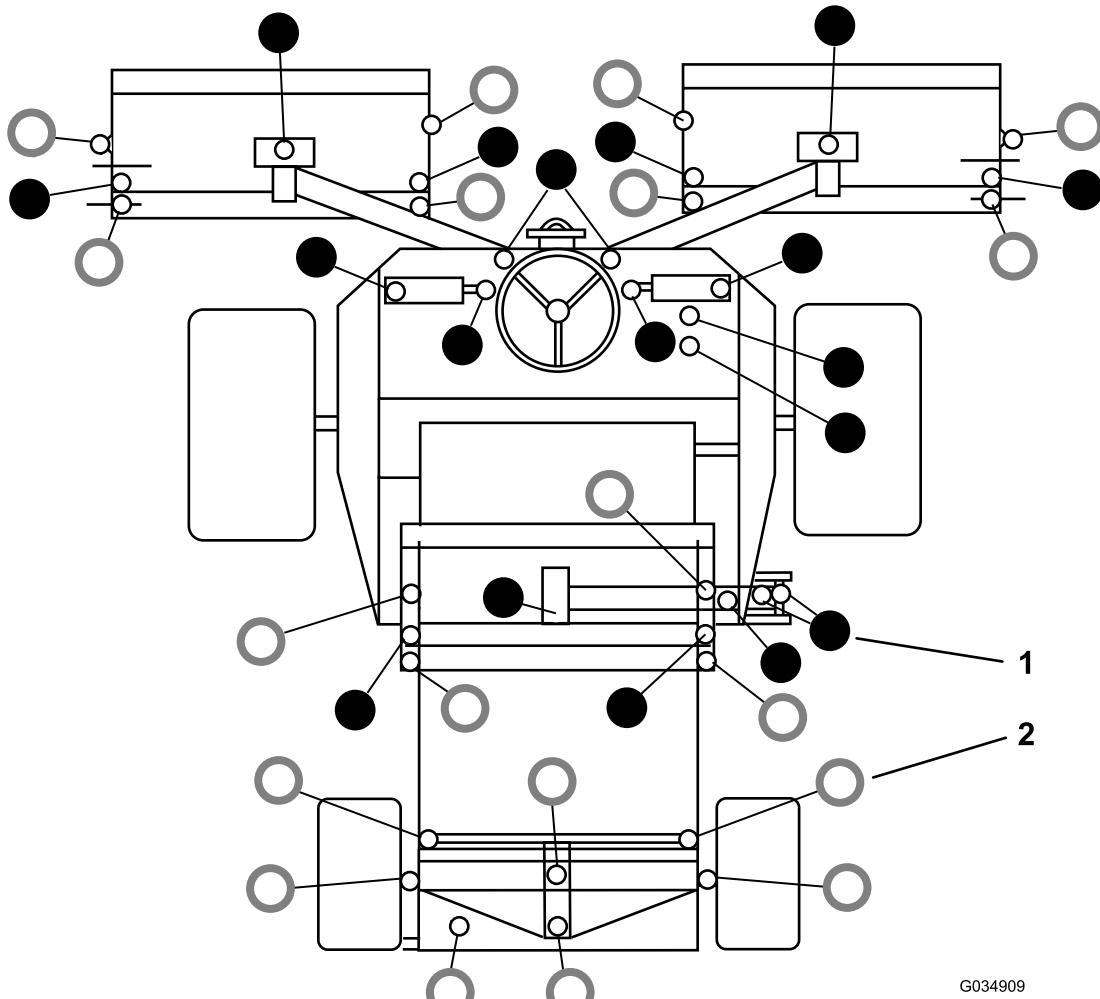

Figure 59
- Voir l'emplacement des graisseurs à la Figure 59.